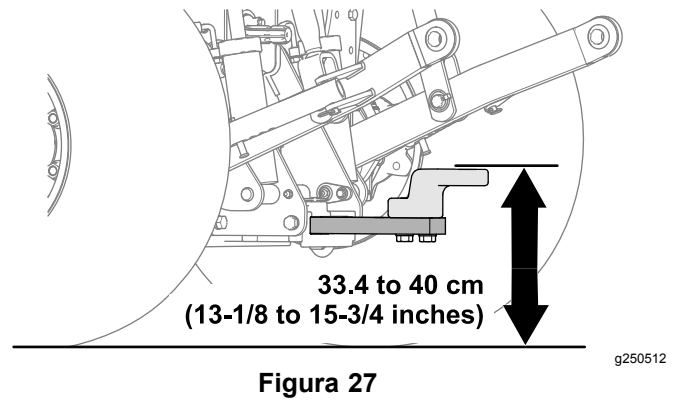

**Figura 26**
4. Ajuste os braços do estabilizador (**Figura 26**) totalmente para fora; consulte o *Manual do utilizador* da m quina de reboque.